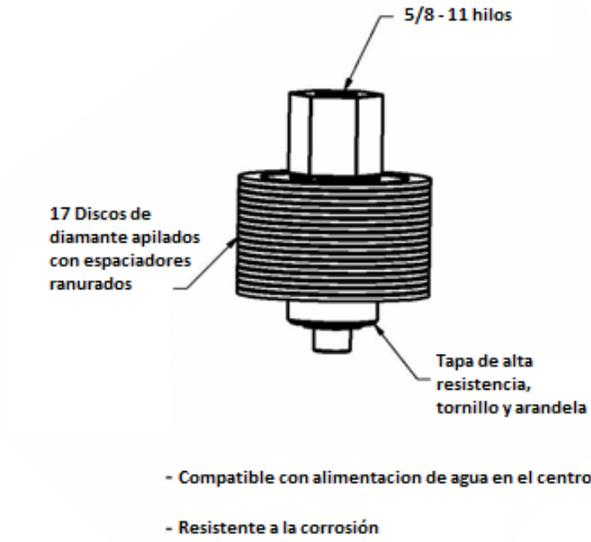

FIGURA 1 - RapidZ™-CORTE (ensamblado)
4. A medida que los discos se desgasten, crearán una forma de "núcleo de manzana")(. Para una vida útil máxima de la cortadora, los discos deben reorganizarse a menudo. Reubique los discos más grandes (normalmente los discos exteriores) en un lugar donde obtendrán más desgaste (normalmente hacia el centro de la pila). Esto se puede lograr de la siguiente manera (véase la figura 1 y 2):